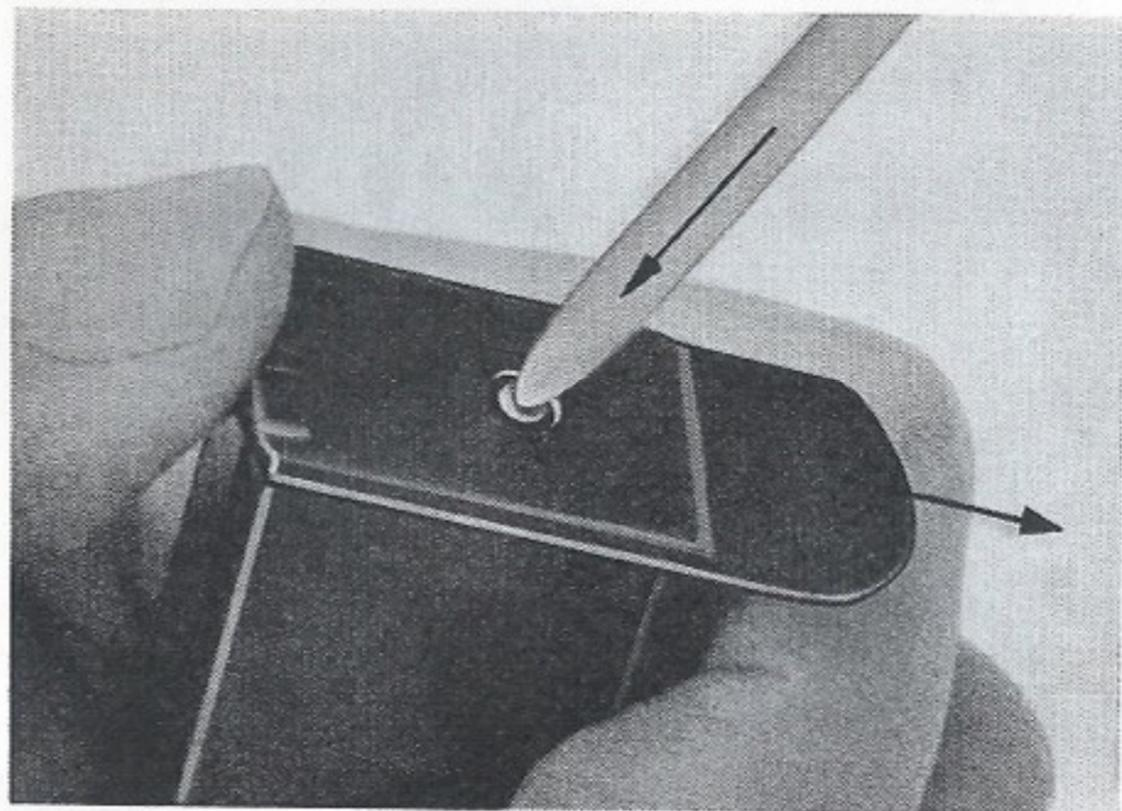

Bild 11
- (1) Den Knopf des Bodenhalters mit einem Holzspan eindrücken und den Magazinboden abziehen (Bild 11). Dabei ist das Herauspringen des Bodenhalters und der Zubringerfeder durch Drücken auf den Bodenhalter zu verhindern.